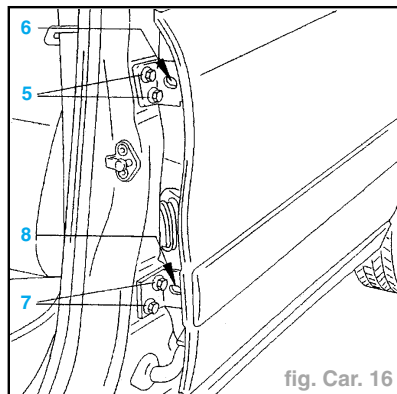

fig. Car. 16
- Régler les jeux de la porte arrière (vis (5) et (7)) (fig. Car. 16).
- Régler le désaffleurement (vis (6) et (8)).